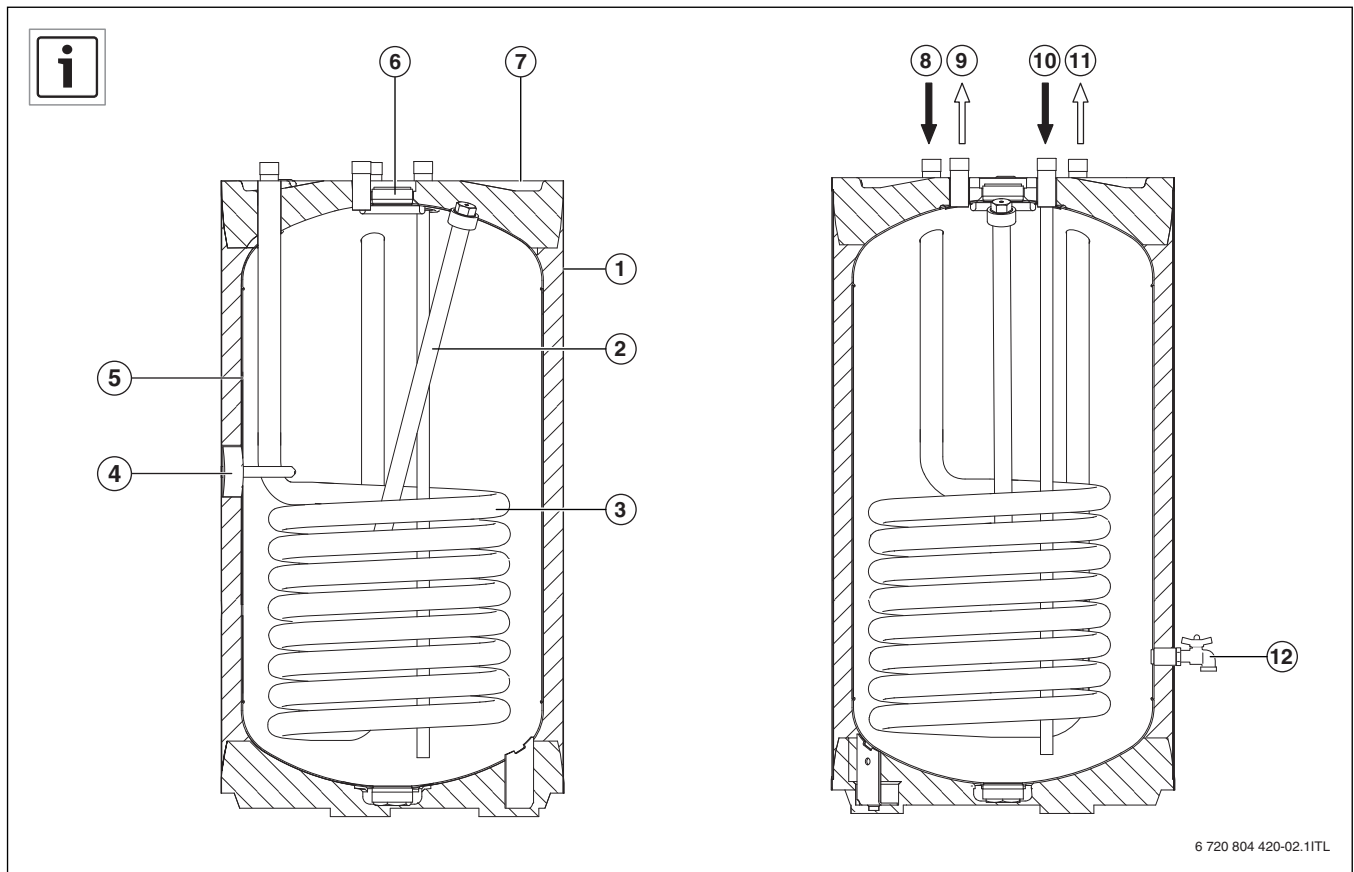

Fig. 3
- Ouvrir le robinet de vidange (→ fig. 3 [12], page 66).